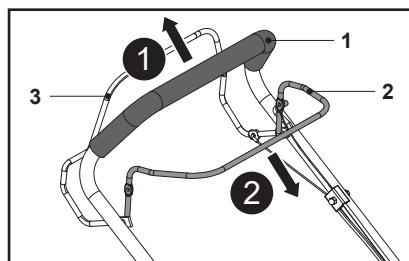

Fig. 20
1. Relâcher le levier de traction (3) pour arrêter la fonction de traction (Fig. 20, étape 1).
2. Relâcher le levier de frein (2) pour arrêter le moteur et la lame de coupe (29) (Fig. 20, étape 2).